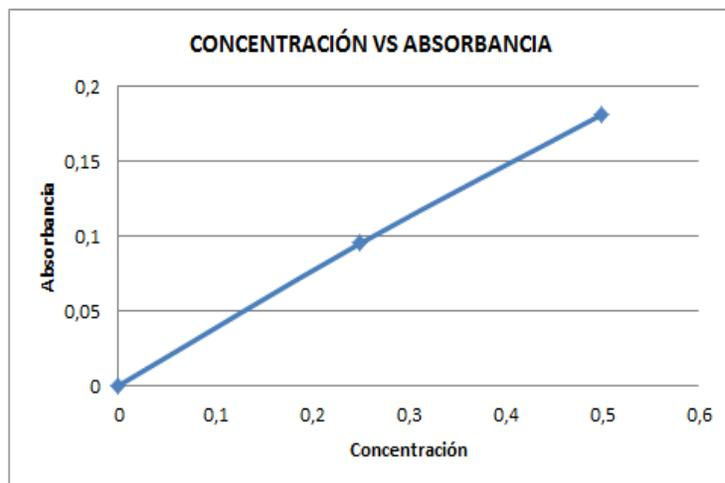

Imagen 11. Hoja de cálculo EXCEL.
5. Realice la lectura de las absorbancias de los puntos de la curva de calibración, de menor a mayor concentración, y mediante EXCEL, grafique los datos obtenidos, calculando el coeficiente de correlación, la pendiente y la desviación estándar como se muestra, a manera de ejemplo, en la Imagen 11.
- d.[4] Calibration: CAL: NONLIN (1), LIN (2), ADD (3) Seleccione 1 y oprima ENTER.
- e.[5] AA Technique: FLAME (1), PK AREA (2), PEAK HEIGHT (3). Se ingresa 1 (debido a que se trabaja con FLAME) y oprima ENTER.
5. Oprima CONT. Oprima A/Z para ajustar al cero y realice la lectura de las absorbancias de los puntos de la curva de calibración, de menor a mayor concentración, y mediante EXCEL, grafique los datos obtenidos, calculando el coeficiente de correlación, la pendiente y la desviación estándar como se muestra en la Imagen 11.